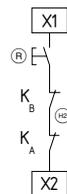

Fig. 5
**Bouton de réarmement externe (avec détection des flancs) (voir Fig. 5)**